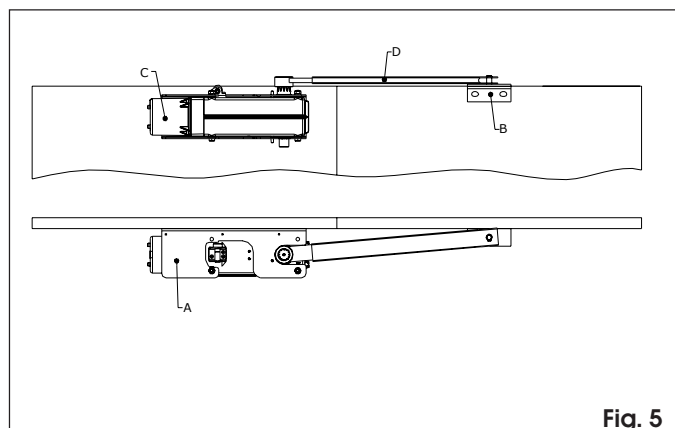

Fig. 5
- 4) Monter le moto-réducteur C sur la plaque base A à l'aide des vis, rondelles et écrous fournis (fig. 5). Avis important: le profil cannelé doit être dirigé vers le haut.